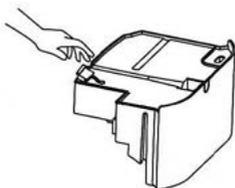

рис. 3
3. Зніміть гумову пробку, нахиліть бак над раковину і вилийте воду (рис. 3). Під час заливання слідкуйте за тим, щоб заслінка (8) не випала з баку.